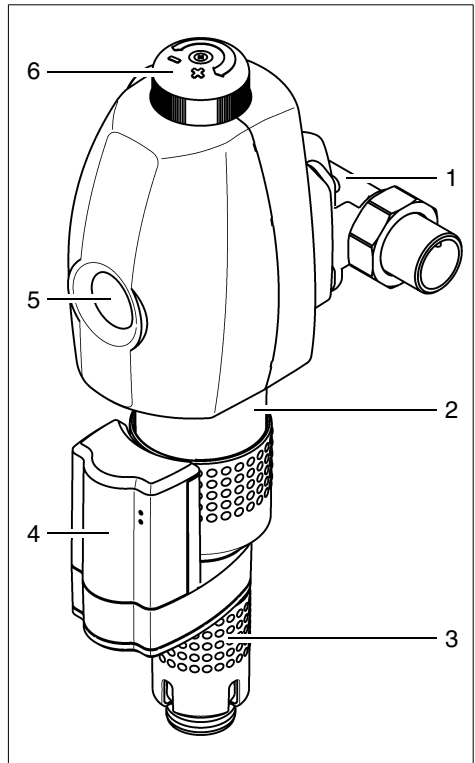

Abb. 9: Funktionsbeschreibung
Durch den Rückflussverhinderer und den Einbaudrehflansch (1) strömt das ungefilterte Wasser in die Hauswasserstation (siehe Abb. 9).